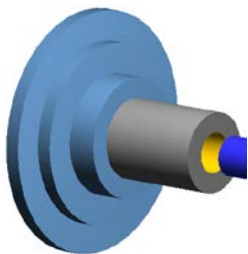

图 8.8.6 仿真结果
(1) 在“操作管理”中确认  2 - 车削钻孔 - [WCS: +X+Z] - [刀具平面: 车床左上角] 节点被选中，然后单击“验证选定操作”按钮 ，系统弹出“Mastercam 模拟器”对话框。
(2) 在“Mastercam 模拟器”对话框中单击  按钮，系统将开始进行实体切削仿真，结果如图 8.8.6 所示，单击  按钮。